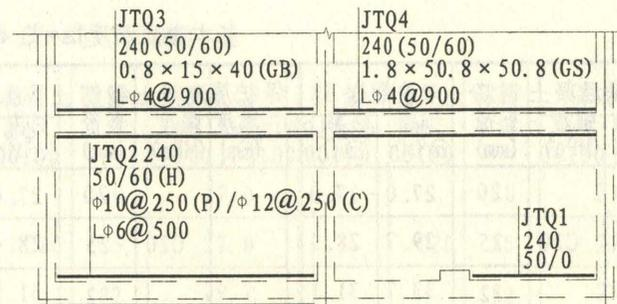

图 8.3.2 (a) 加大截面加固砌体墙身平面注写方法示例
8.3.2 加大截面加固砌体墙身施工图采用平面注写方法绘制时，需注写的内容包括：砌体墙身编号、砌体墙原截面尺寸、新增厚度、新加分布筋、拉筋，并在加固侧用粗实线表示。其中砂浆面层类型、砂浆和混凝土强度等级在图纸说明中注明，见表 8.3.2 和图 8.3.2 (a)、图 8.3.2 (b)。